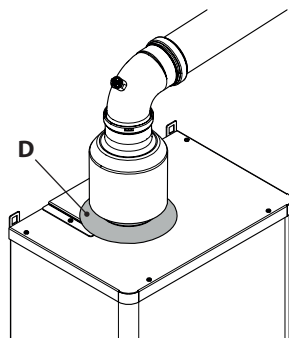

Figura 5.80
- Completare l'installazione, spingendo in posizione il copri foro **D** (Figura 5.80).